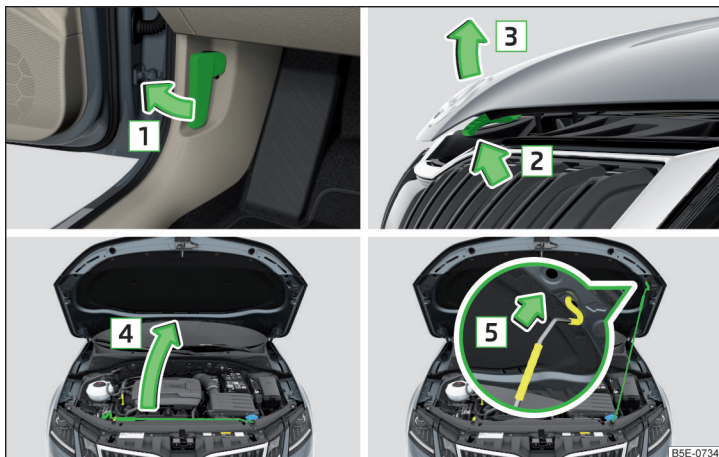

Fig. 316 Ouverture du capot
- Ouvrez la portière avant et tirez sur la manette de déverrouillage en dessous du tableau de bord dans le sens de la flèche **1** » fig. 316.